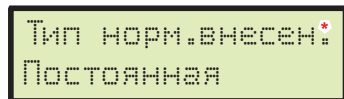

Рис. 58
- После выбора обработки компьютер автоматически переходит на установку **Тип норм.внесен.*** для выбранной обработки (Рис. 58):